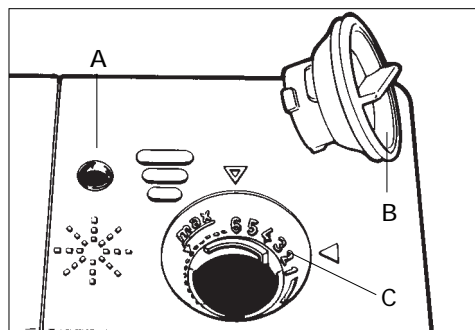

fig. 5
- Open het glansmiddelreservoir (zie fig. 5) aan de binnenkant van de deur naast het afwasmiddelbakje. De uitvoering is afhankelijk van het type vaatwasser; de reservoirs werken allen volgens hetzelfde principe.
- Controleer het peil van het glansmiddel af en toe. Het peilglas (A) bevindt zich linksboven het deksel. Reservoir leeg: ○. Reservoir vol: ●.
- De juiste hoeveelheid glansmiddel per wasbeurt is instelbaar. Draai de knop (B) in het reservoir op de gewenste stand (C). De dosis glansspoelmiddel staat in verhouding tot de nummers op de knop.